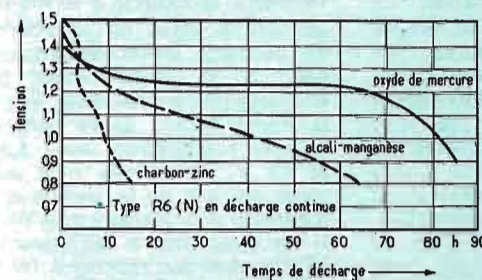

Fig. 4. — Comparaison des caractéristiques de décharge d'un élément.
Jusqu'à ce jour, les pendules devaient se contenter de la batterie charbon-zinc classique dérivée de l'élément Leclanché et de ses perfectionnements, bien que leur courbe de décharge chute très fortement comme le montre la figure 4 (15). C'est que seul ce type de batterie est en vente économiquement chez les électriciens, dans les grands magasins et supermarchés. On a donc accordé la conception des pendules sur la petite pile cylin-